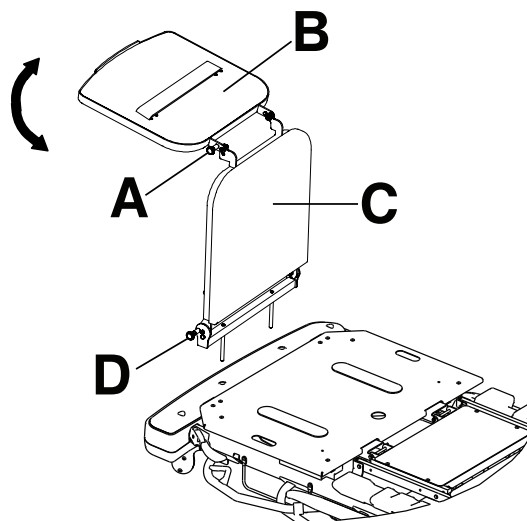

Figura 11 – Bandeja para desfibrilador/ extensión para los pies
1. Tire hacia fuera del mando superior (A) (Figura 11).
2. Gire la bandeja para desfibrilador (B) hasta que esté plana sobre el extremo de los pies del producto. Suelte el mando superior (A). Asegúrese de que la bandeja para desfibrilador esté bloqueada en su sitio.
Para convertir la bandeja para desfibrilador/ extensión para los pies en una extensión para los pies (Figura 11):